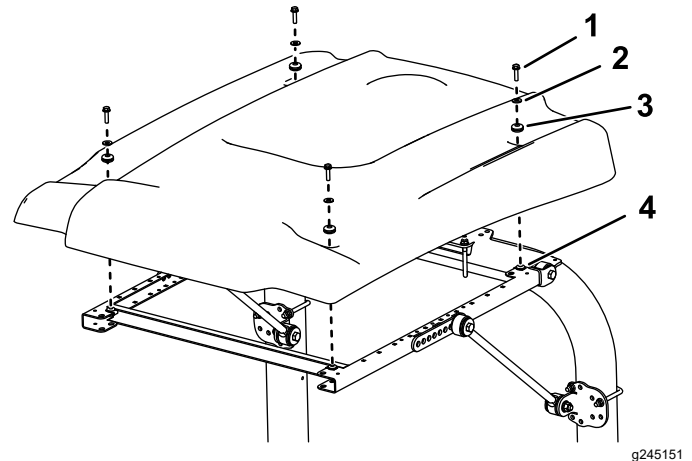

Рисунок 25
13. Выравнивая монтажные отверстия, расположите солнцезащитный навес на раме, как показано на Рисунок 25.
14. Установите каждый угол солнцезащитного навеса на раму с помощью болта с фланцевой головкой ($\frac{5}{16} \times 1\frac{1}{4}$ дюйма), малых шайб и уплотнительной резиновой втулки, не затягивая их (Рисунок 25).